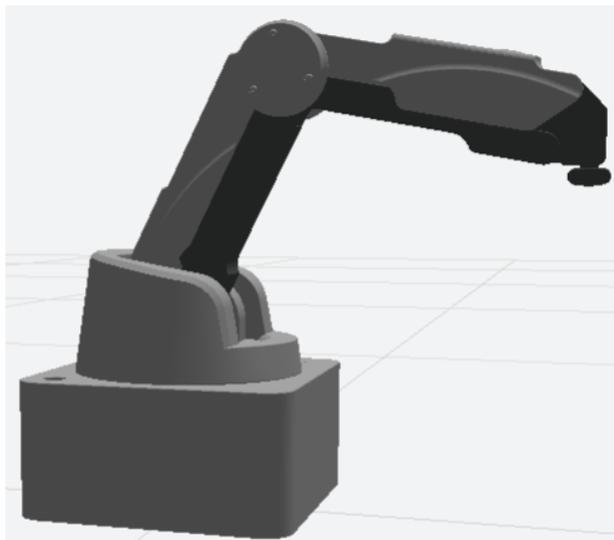

Рисунок 31 – Исходное положение манипулятора
7. Прозвучит сигнал «Система запущена. Внимание! Начинается процесс калибровки. Будьте осторожны, не касайтесь манипулятора и убедитесь, что посторонние предметы не мешают движению устройства. Калибровка начнется через 5 4 3 2 1». Запустится калибровка: манипулятор должен сначала поднять стрелу вверх, затем совершить повороты влево-вправо и остановиться в исходном положении (см. Рисунок 31). По окончании калибровки прозвучит сигнал: «Калибровка прошла успешно».